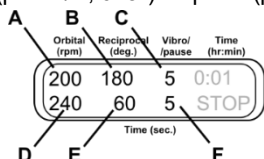
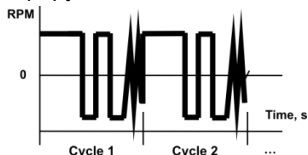

Рисунок 7.
Рисунок 8.
7.9.2. Орбитальное + возвратно-поступательное + вибрирующее движение. Установите скорость (рис. 7/A, 20–250 об/мин) и время (рис. 7/D, 1–250 с) орбитального движения. Установите амплитуду (рис. 7/B, 0–360°) и время (рис. 7/E, 1–250 с) возвратно-поступательного движения. Скорость движения совпадает с орбитальной (рис. 8). Установите амплитуду (рис. 7/C, 0–5°) и время (рис. 7/F, 1–5 с) для вибрирующего движения.